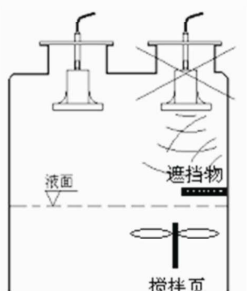

图3-2
- 换能器的安装应尽量避免其正下方有遮挡物或泡沫的位置，见图3-2、图3-3；